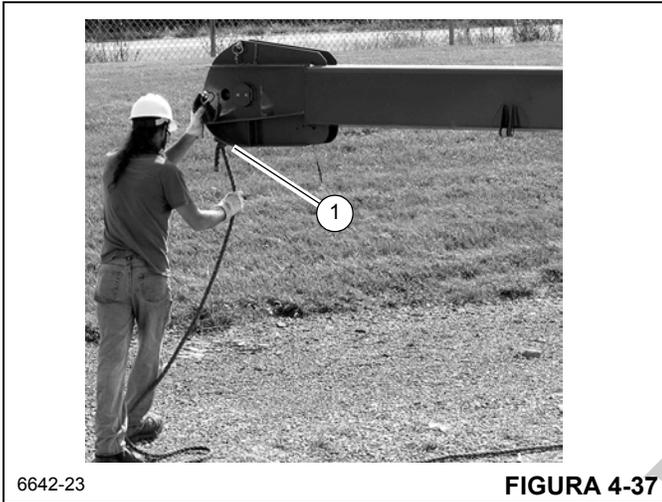

FIGURA 4-37
1. Fije el cable guía (1) (Figura 4-37) a la punta de plegado doble.